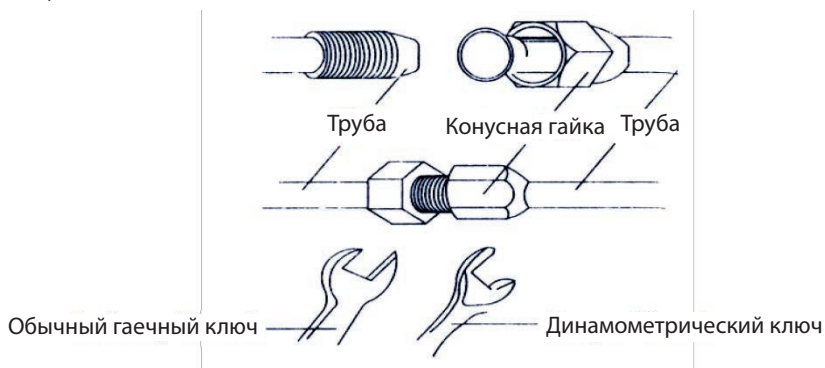

Рис. 18
- б. Затем затянуть резьбу динамометрическим ключом с трещоткой (как показано на Рис. 18).